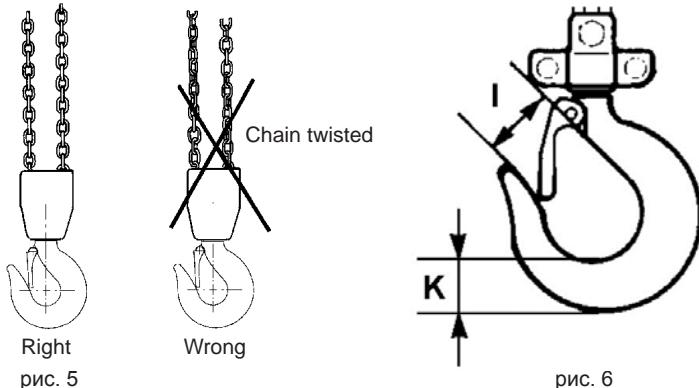

рис. 6
**Проверка грузоподъемного крюка** (см. рис. 6 и табл. 2)